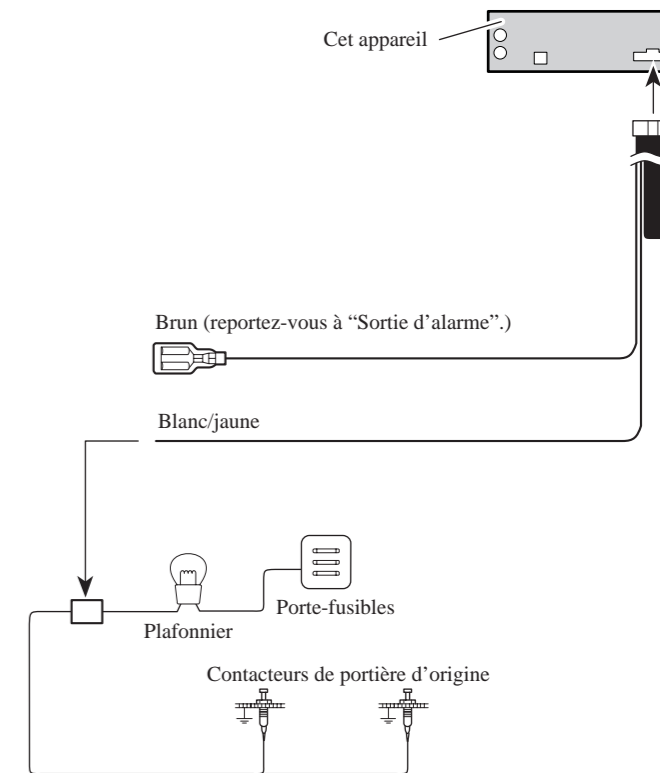

Fig. 4
- **Blanc/jaune (Contacteur de portière, DOOR SWITCH)..... (Fig. 4 et 5)**